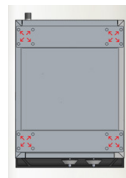
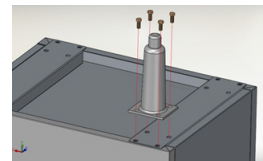

Fig. 1
Fig. 2
5. Retire la rejilla de hierro fundido y los quemadores de la unidad. Coloque la unidad boca abajo y ubique la placa de las patas para alinear los tornillos (Fig. 1). Instale la pata en la placa con los cuatro tornillos y apriete (Fig. 2). Una vez que todas las patas estén instaladas, coloque la unidad boca arriba y vuelva a instalar los quemadores y rejillas.